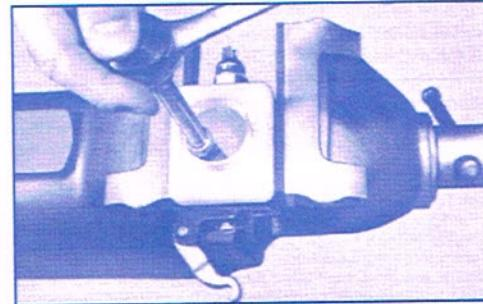

Fig. 2
- Hauptzylinder nach den Angaben des Fahrzeugherstellers abbauen; dazu Schutzkappe (13) entfernen.
- Umlenkhebel (12) von der Zylinderbohrung wegschwenken und Druckstange (11) entnehmen.
- Ausgleichbehälter-Verschraubung (18) abschrauben und Ausgleichbehälter (17) entleeren.
- Ausgleichbehälter (17) demontrieren.
- Ausführung A: Sechskantschraube (19) im Ausgleichbehälter herauschrauben und Ausgleichbehälter abnehmen.
- Aus dem Ausgleichbehälter Schraube (19), Sicherungsscheibe (20), Druckplatte (16) und Druckring (15) entnehmen; vom Hauptzylinder die beiden O-Ringe (14 u. 21) abnehmen (Fig. 2).
- Ist der Hauptzylinder mit Bremslichtschalter (1) ausgerüstet, diesen abschrauben.
- Kolben (8) etwas zurückdrücken, Sicherungsring (10) entfernen und Kolben kpl. (8) sowie Druckfeder (3) aus der Zylinderbohrung ziehen.